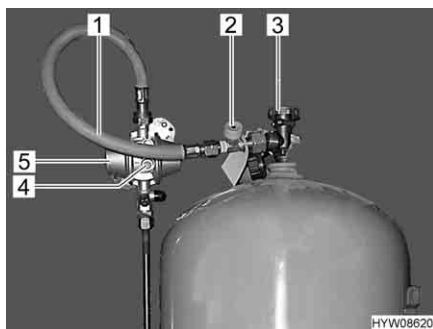

Fig. 37 Raccordo bombola del gas
- Chiudere la valvola principale di arresto (valvola di sicurezza) (Fig. 37,3) della bombola del gas. Osservare la direzione della freccia.
- Svitare manualmente il tubo del gas (Fig. 37,1), dalla bombola del gas (filettatura sinistrorsa).
- Premere con forza il dispositivo antirottura della tubazione (Fig. 37,2) e tenerlo premuto per ca. 5 secondi.
- Premere con forza il pulsante verde (Fig. 37,4) del regolatore di pressione del gas (Fig. 37,5) e tenerlo premuto per ca. 5 secondi. La sorveglianza della pressione è attivata.